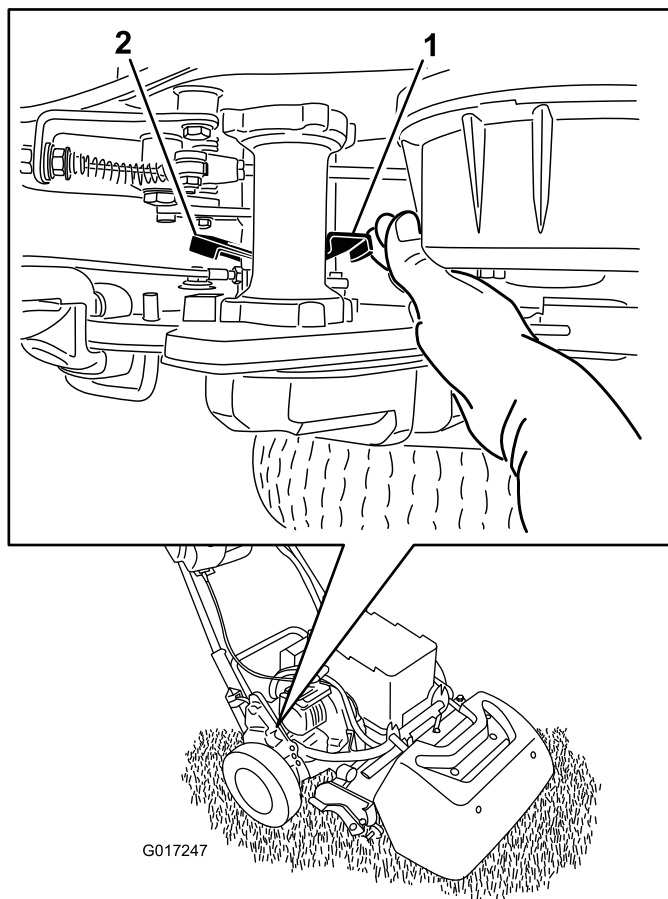

Figura 38
1. No canto posterior direito da máquina, localize a alavanca de engate/desengate da tração ao lado do tambor da transmissão (Figura 38).